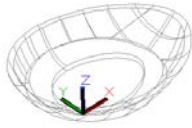

图 11.129 抽壳处理
(13) 单击【实体编辑】中的【抽壳】按钮 , 选择实体, 拾取实体的上表面, 设置抽壳的偏移距离为 0.5, 进行抽壳处理, 如图 11.129 所示。